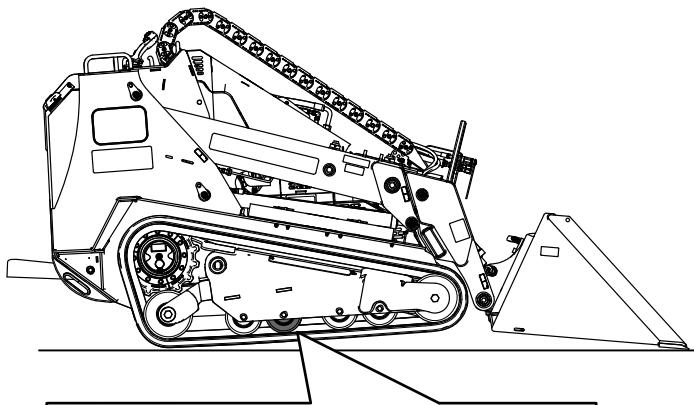

Figure 63
4. Vérifiez qu'un espace de 20 mm (0,8 po) existe entre le deuxième galet de roulement à partir de l'arrière et la chenille, comme montré à la Figure 63. Si un réglage est nécessaire, voir Réglage de la tension des chenilles \(page 56\).
7. Avec une clé à cliquet de 1/2 pouce, tournez la vis de tension jusqu'à obtention d'un espace de 20 mm (0,79 po) entre le galet de roulement et la chenille, comme montré à la Figure 63.
11. Avec une clé à cliquet de $\frac{1}{2}$ pouce, tournez la vis de tension dans le sens antihoraire jusqu'à obtention d'un espace de 20 mm (0,79 po) entre le galet de roulement et la chenille, comme montré à la Figure 63.